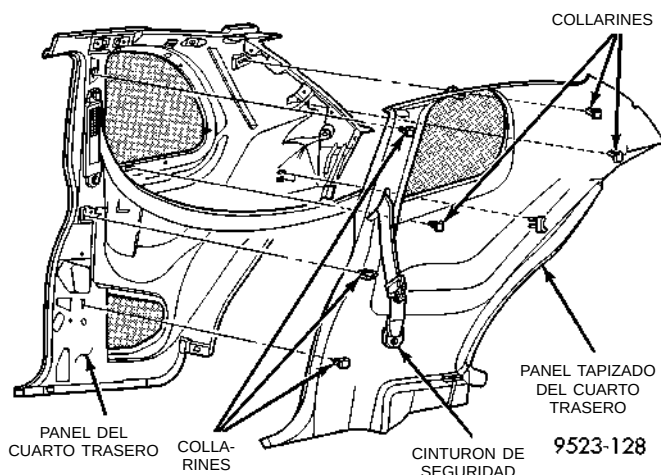

Fig. 59 Panel tapizado del cuarto trasero
- (1) Retire el cojín y el respaldo del asiento trasero.
- (2) Deslice la cubierta del anclaje inferior del cinturón de seguridad hacia arriba por la correa para dejar al descubierto el cinturón.
- (3) Retire el perno que sujeta el anclaje inferior del cinturón de seguridad al suelo.
- (4) Separe el cinturón de seguridad del suelo.
- (5) Retire el tornillo que fija la percha a la parte superior del panel tapizado del cuarto trasero.
- (6) Desacople los collarines ocultos que fijan el panel tapizado al panel interior del cuarto trasero (Fig. 59).
- (7) Separe el tapizado del panel del cuarto trasero.
- (8) Introduzca la correa del cinturón de seguridad por el orificio de acceso en el panel tapizado.
- (9) Separe el panel tapizado del cuarto trasero del vehículo.